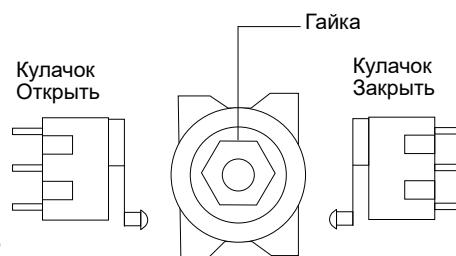

рис. 2
- вращая кулачки (желтый- открытие, красный- закрытие) установите их таким образом, чтобы кулачок зажимал нужный микро выключатель в требуемом положении (**рис. 2**);